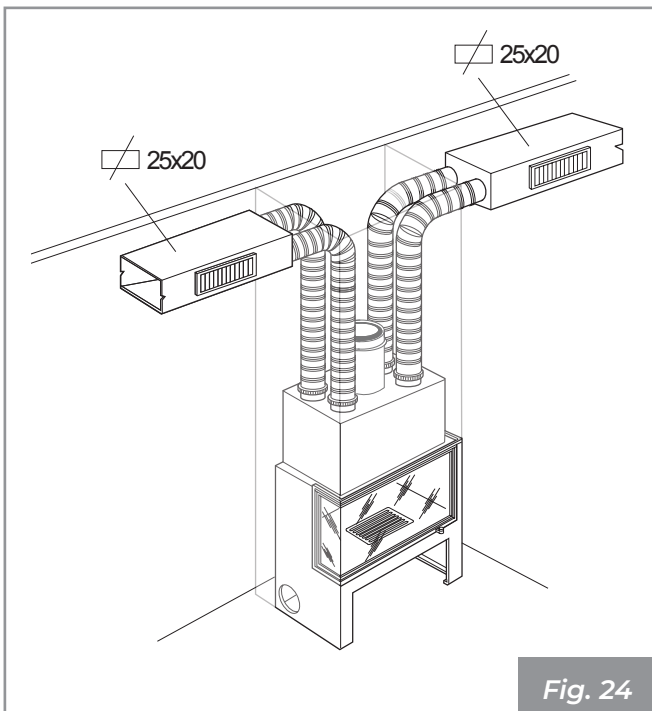

Fig. 24
- Tubo liscio metallico - lunghezza fino a 14 m su doppio condotto (Fig. 24).